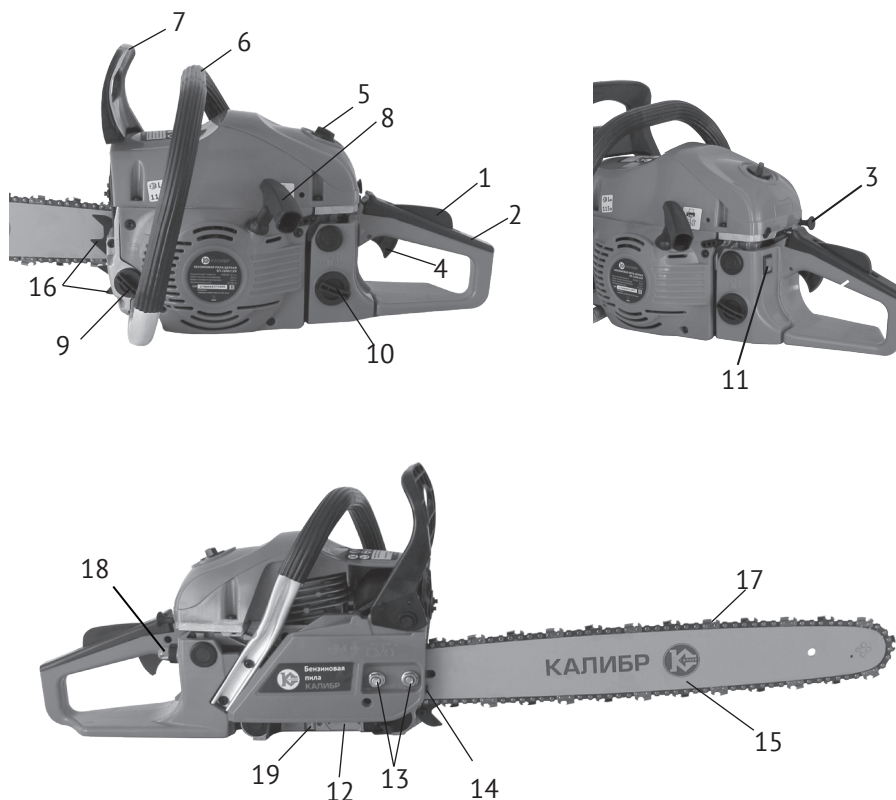

рис.1
Бензопила – инструмент, использующий в качестве привода одноцилиндровый двухтактный бензиновый двигатель внутреннего сгорания. Рабочим органом пилы является пильный аппарат, состоящий из бесконечной (замкнутой) пильной цепи (рис.1 поз.17), движущийся по шине (рис.1 поз.15).
тановым числом не менее 92 и специального масла для 2-тактных двигателей. Он оснащён диафрагменным карбюратором и электронной системой зажигания. Для запуска двигателя служит ручной стартёр (рис.1 поз.8) и ручной насос (праймер, рис.1 поз.18) для предварительной подкачки топлива в карбюратор.
Ведущая звёздочка приводится в движение автоматической муфтой сцепления. На холостых оборотах зацепление не происходит, и пильная цепь не движется. Увеличиваем обороты двигателя до рабочих нажатием на рычаг управления дросселем (рис.1 поз.4). При этом колодки муфты сцепления расходятся и входят в зацепление с барабаном. Вращение начинает передаваться на приводную звёздочку пильной цепи. После отключения рычага управления дросселем, обороты двигателя снижаются до холостого хода (около 3000 ± 150 об/мин), цепь автоматически останавливается. Остановка цепи также осуществляется механическим тормозом двойного действия: вручную, нажав левой рукой на щиток тормоза (рис.1 поз.7) от себя, или при срабатывании автоматического инерционного привода (при отскоке, защемлении цепи).
Две рукоятки пилы – передняя (рис.1 поз.6) и задняя (рис.1 поз.2) оснащены устройством виброгашения. Пила может работать в любом пространственном положении.
2.4 Общий вид бензопилы представлен на рис.1
2.5.1 Установка зубчатого упора (рис.1 поз.16)
Перед монтажом зубчатого упора убедитесь, что переключатель зажигания (рис.1 поз.11) находится в положении «0» - выключено.
- открутите с помощью комбинированного ключа гайки (рис.1 поз.13) крепления шины и снимите тормоз цепи в сборе;
- установите зубчатый упор (рис.1 поз.16) (зубьями вверх) и зафиксируйте двумя винтами (см.рис.).
- Ослабьте с помощью комбинированного ключа и снимите с пилы гайки (рис.1 поз.13)
- При снятом тормозе цепи, установите шину (рис.1 поз.15) на крепёжные шпильки в крайнее заднее положение.
- Пильную цепь (рис.1 поз.17) наденьте на ведущую звёздочку, расположенную за барабаном сцепления. Уложите верхнюю часть цепи в паз шины, пропустите цепь между зубцами ведомой звёздочки на переднем конце шины. Потяните шину вперёд так, чтобы нижняя часть цепи «села» в паз шины. Проверьте, чтобы направление зуба цепи совпадало с направлением, указанным на корпусе. Убедитесь, что тормоз цепи находится в выключенном положении.
- Удерживая шину с цепью, установите тормоз цепи на крепёжные шпильки, так чтобы сухарь винта натяжителя цепи (рис.1 поз.14) попал в регулировочное отверстие хвостовика шины.
- Затяните гайками (рис.1 поз.13) шину и тормоз цепи вручную.
Внимание! Перед регулировкой натяжения цепи убедитесь, что гайки крепления шины (рис.1 поз.13) немного ослаблены.
Регулировка натяжения цепи производится винтом (рис.1 поз.14) при ослабленных гайках крепления шины:
- открутите пробку масляного бака (рис.1 поз.9);
Расход масла для смазки цепи регулируется винтом (рис.1 поз.19). При повороте винта по часовой стрелке расход масла уменьшается, при повороте против часовой стрелки – увеличивается (символы MAX и MIN на корпусе).
- установите переключатель зажигания (рис.1 поз.11) в положение «I» - включено;
- несколько раз медленно нажмите на колпачок праймера (рис.1 поз.18) для подкачки топлива, пока смесь не заполнит резиновый колпачок кнопки;
- вытяните до упора кнопку воздушной заслонки (рис.1 поз.3) из корпуса бензопилы;
- нажмите последовательно рычаг безопасности (рис.1 поз.1) и рычаг управления дросселем (рис.1 поз.4);
- правой рукой за рукоятку стартера (рис.1 поз.8) сделайте несколько коротких рывков шнура стартера до первых признаков запуска двигателя (схватывание);
- при необходимости, несколько раз медленно нажмите на колпачок праймера (рис.1 поз.18) для подкачки топлива, пока смесь не заполнит резиновый колпачок кнопки;
- вытяните до упора кнопку воздушной заслонки (рис.1 поз.3) из корпуса бензопилы, затем задвиньте полностью обратно (заслонка заняла пусковое положение);
- выкрутить свечу зажигания, которая находится под крышкой (рис.1 поз.5) воздушного фильтра;